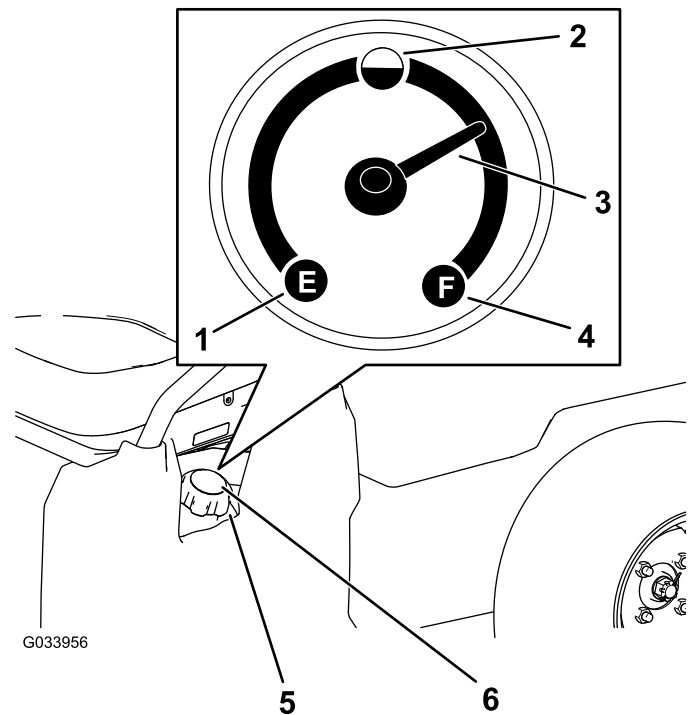

Figura 14
4. Limpe a zona em torno do tampão do depósito de combustível (Figura 14).